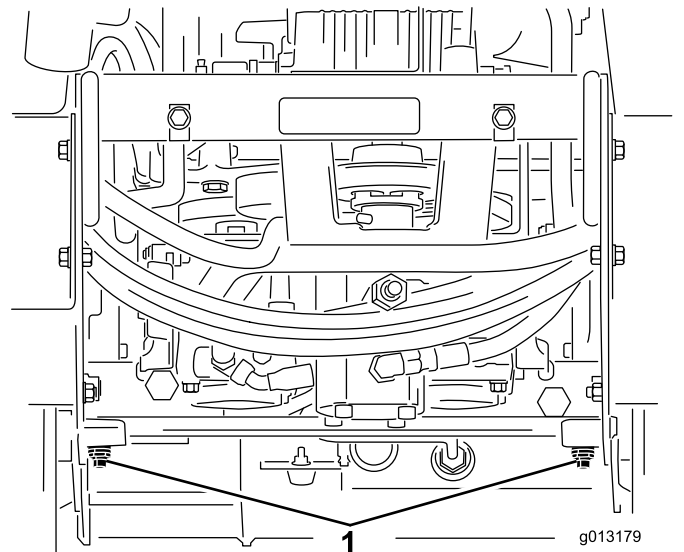

Bild 20
4. Drehen Sie die Schleppventile an den Hydraulikpumpen mit einem Schraubenschlüssel zweimal nach links (Bild 20).